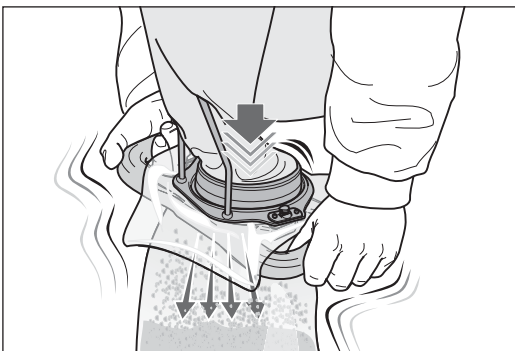

Abb. 28 Den Staubsack durch kräftiges Schütteln entleeren.
- 13 Entleeren Sie den Staubsack in den Müllbeutel durch kräftiges Schütteln (Abb. 28).